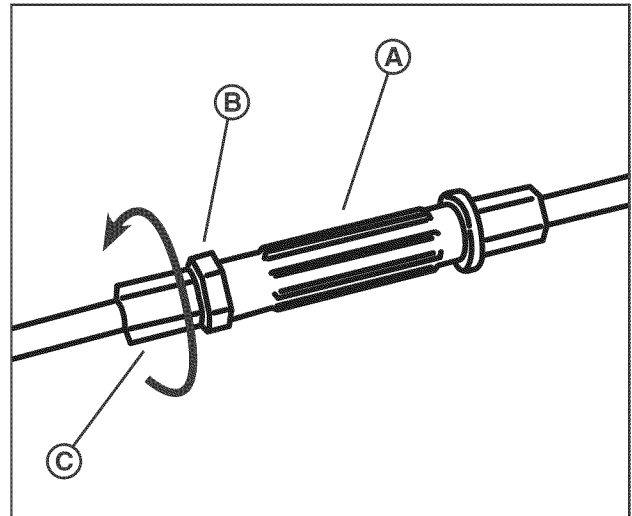

Figura 17: Ajuste del cable del sistema de tracción de las ruedas
1. Si el sistema de tracción se está deslizándose, afloje la contratuerca (B, Figura 17) en la tensor de ajuste (A), y gire el casquillo (C) media (1/2) vuelta en la dirección mostrada. Pruebe el sistema de tracción y revise en cuanto al deslizamiento.